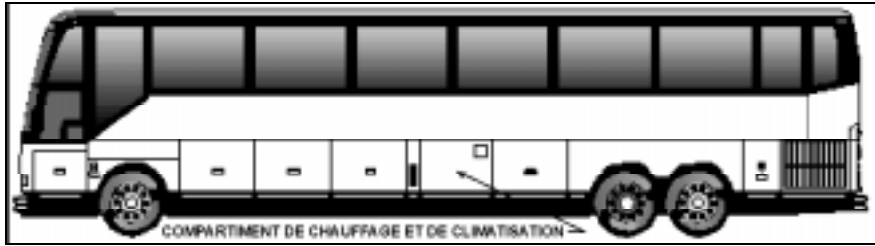

FIGURE 1 : H3-45
1. Ouvrir la porte du compartiment de chauffage et de climatisation (voir la fig. 1).